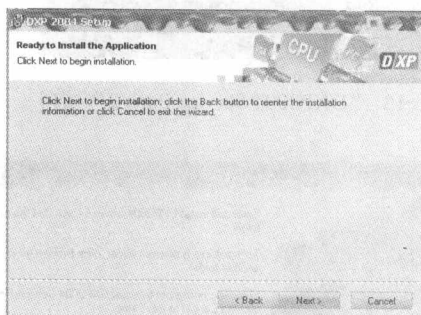
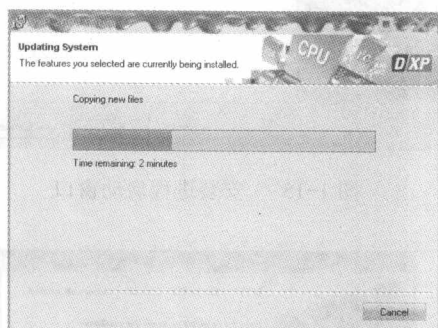
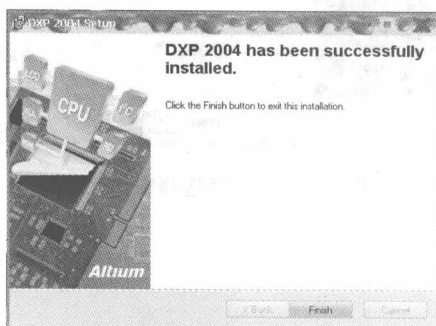

图 1-9 准备进入安装界面
图 1-10 “Updating System”窗口
图 1-11 安装成功窗口
(4) 回到“Destination Folder”对话框，路径已被改为“D:\ Protel DXP 2004 SP4”→单击按钮 **Next >** →弹出“Ready to Install the Application”对话框，如图 1-9 所示→单击按钮 **Next >** →弹出安装进程窗口，如图 1-10 和图 1-11 所示→单击按钮 **Finish**，确定 Protel DXP 2004 安装成功。